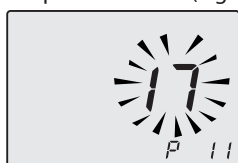

Figura 5.44
- Scorrere i vari parametri utilizzando i tasti 18 o 19 fino a far apparire sul display LCD le lettere **P11** e valore del parametro, indicanti l'entrata nel "parametro 11" (Figura 5.44).